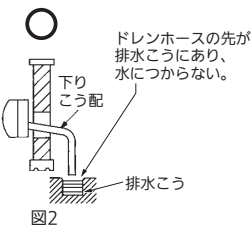

図2
- ドレン配管はドレンが流れやすいように、必ず下りこう配をつけて配管してください。(図2) また、ドレンキャップを取付けた側が低くならないように、室内機を水平に据付けてください。ドレンがたまり、臭いや水漏れが起きる場合があります。